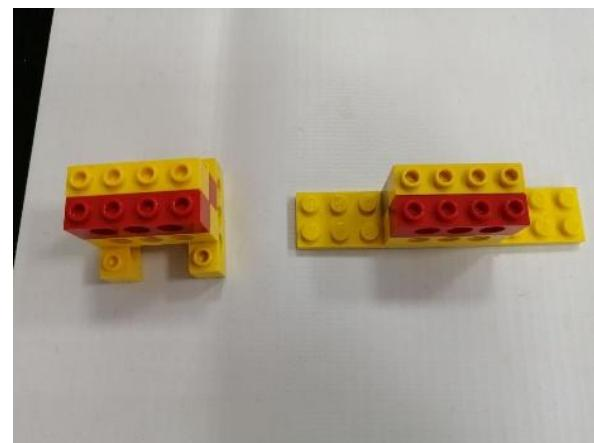

Рис. 8
1. Балка с шипами 1x4 – 6 шт. (смотрите рис. 8).
2. Пластина 2x10 – 1шт. и балка с шипами 1x4 – 4 шт. (смотрите рис. 8).